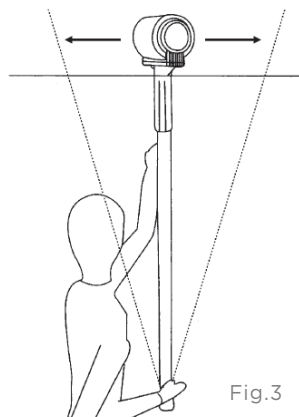

Fig.3
4. Cuando utilice la pértiga, asegúrese siempre de estar colocado directamente bajo el peso del rodillo (Fig.3).